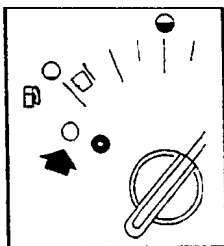

图 1-6 燃油表
(3) 燃油表(图 1-6)。当点火开关接通以后,燃油表会显示油箱中还有多少燃油。当指针接近燃油空区域以后,油箱中仍有部分存油,警告驾驶员应注意尽快加油。如果燃油箱内的燃油继续减少,仪表板上的小圆灯会持续亮起,并定期响起钟声,直到加油为止。